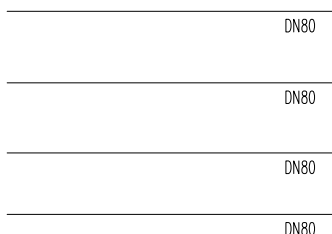

图 8-111 打开素材
**01** 按 Ctrl+O 组合键，打开配套光盘提供的“第 8 章/8.5.10 标注复位.dwg”素材文件，结果如图 8-111 所示。